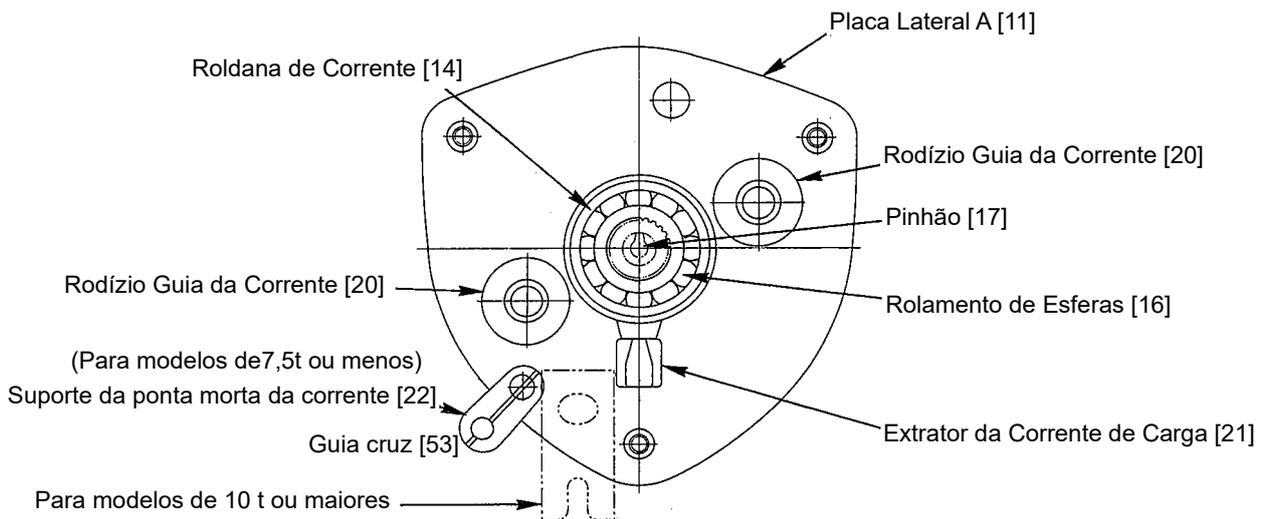

Figura 6-4 Montagem da Placa Lateral
- 5) Engraxe as esferas do rolamento [16]. Engraxe-as com o anel elástico no eixo da roldana de corrente [14]. Veja a Figura 6-4.